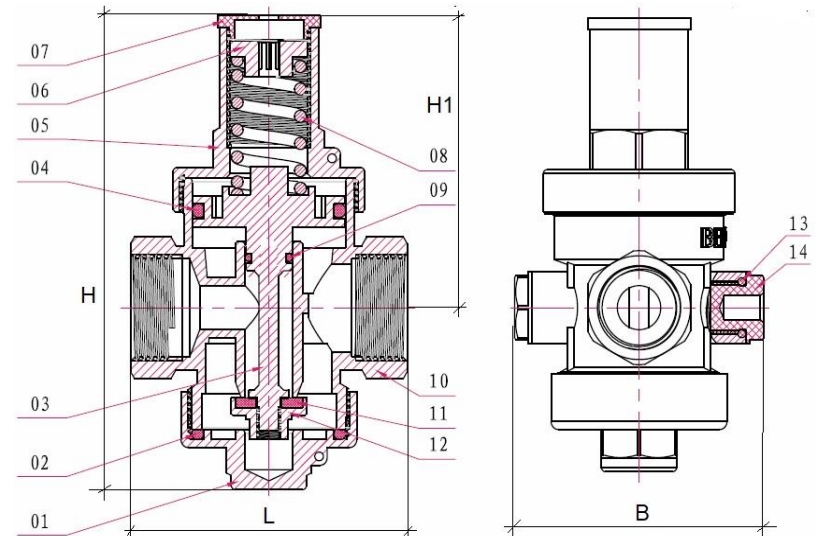

Рис.1
- 2.7 Габариты и присоединительные размеры (см. Рис.1) приведены в Таблице 2.
- 2.8 Наименование деталей позиций (см. Рис.1) и материалы приведены в Таблице1.